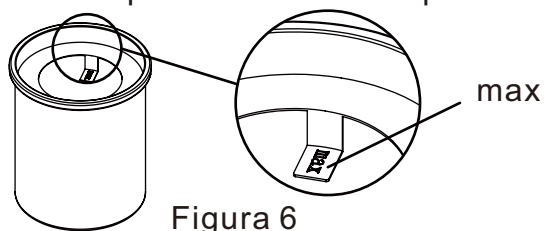

Figura 6
- Não encher o queimador até um nível superior ao indicador "max" (ver Figura 6). Se ocorrer um derrame durante o processo de enchimento, remova-o imediatamente e sempre antes de acender o aparelho. Utilizar um tecido absorvente adequado.